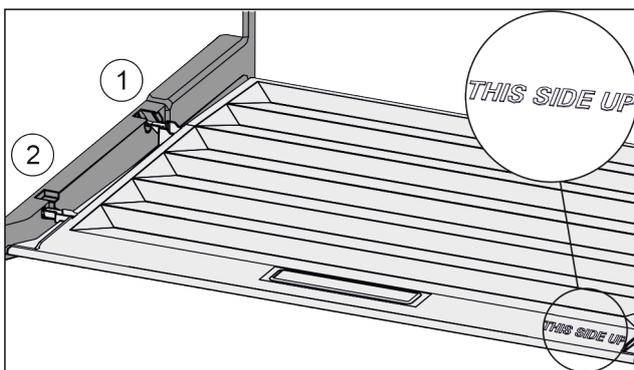

Fig. 75
- ▶ Introduire les rainures du couvercle par l'orifice du support arrière Fig. 75 (1) et les enclencher à l'avant dans le support Fig. 75 (2).